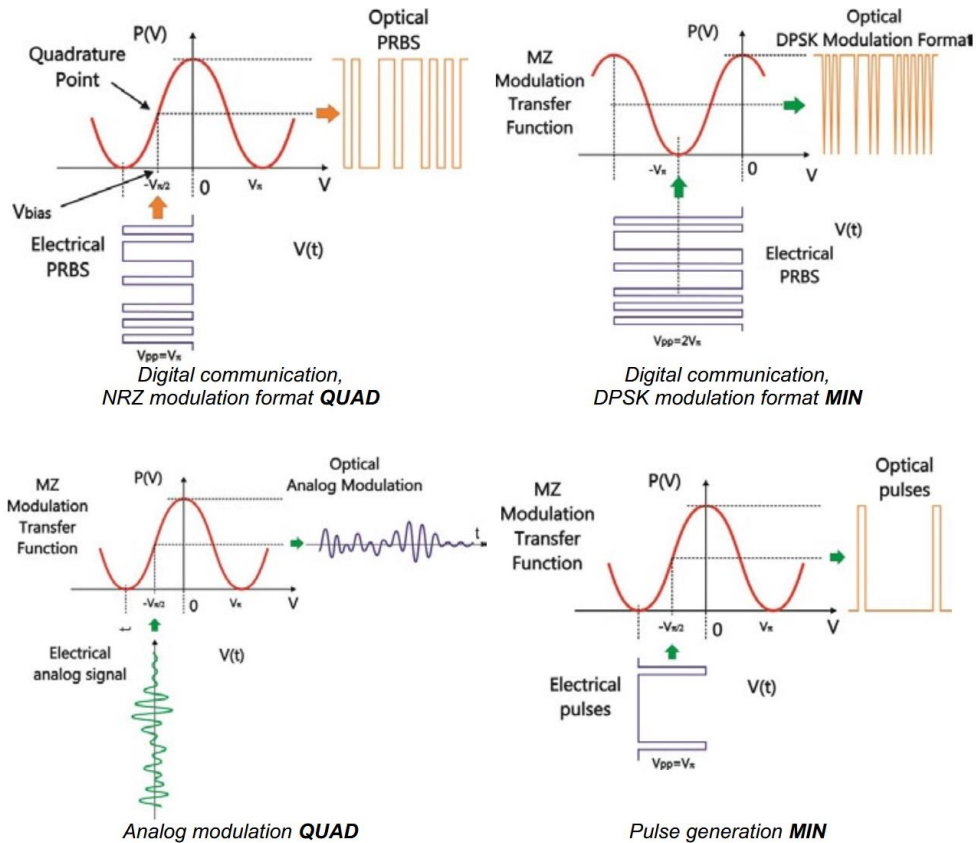

Figure 12 (Introduction-to-modulator-bias-controllers, Laser Components Germany GmbH)
- Modifiez la tension DC et RF pour tester différentes configurations (voir Fig.12).